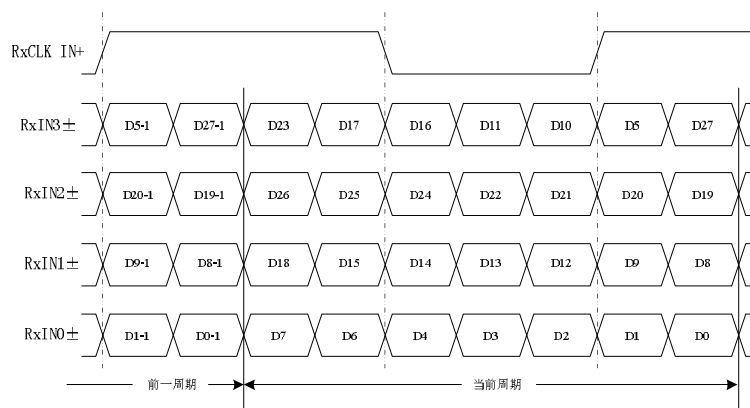

图 4 输入 LVDS 串行数据流与时钟关系图
1) 输入的 4 路串行数据流与时钟为同步关系，对应的数据与时钟的时序关系如下图 4 所示：